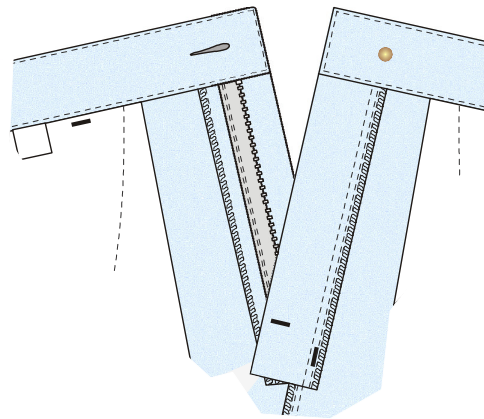

Figura 7- Detalhes internos da braguilha
Etiqueta de identificação e conservação da peça inserida internamente na linha da cintura do dianteiro (ver figura 7 e item 3.6 – etiquetas).